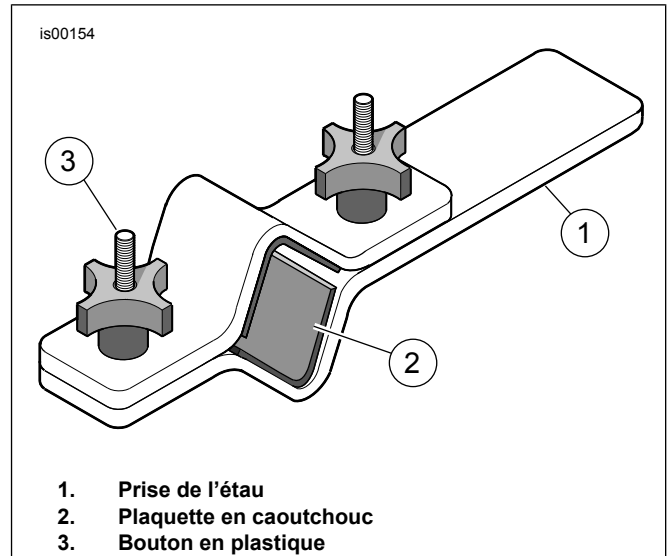

Figure 2. Support de tube de fourche (HD-41177)
1. Voir Figure 2. Prendre le SUPPORT DE TUBE DE FOURCHE (HD-41177).